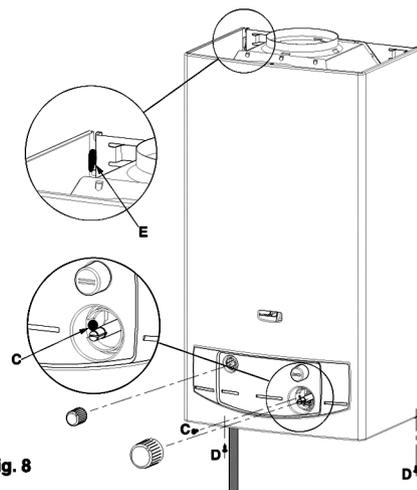

Fig. 8
- Svitare la vite **C** di fissaggio della piastra (situata sotto il pulsante di selezione temperatura) (fig. 8)
- Svitare i due viti **D** di fissaggio del mantello (fig. 8)
- Verificare che i rubinetti di ingresso acqua fredda (17) e gas (16) o l'erogatore butano o propano siano aperti.
- Presentare il mantello (fig. 8)